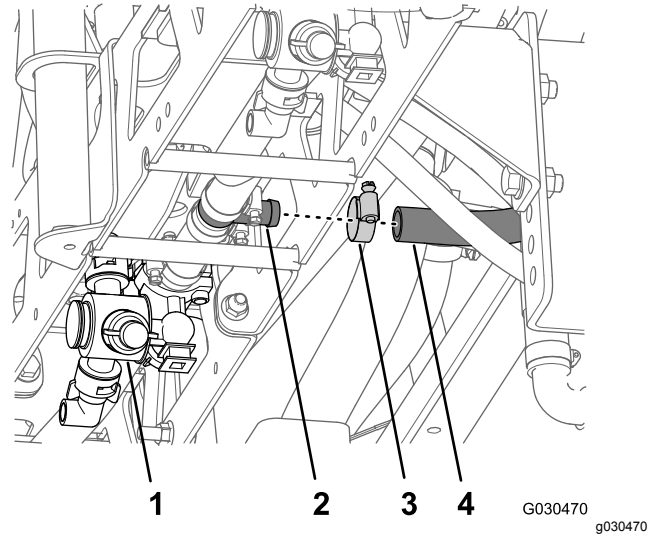

图 62
4. 紧挨中央喷嘴从宝塔 T 形接头取下软管夹和喷洒臂软管 图 62。